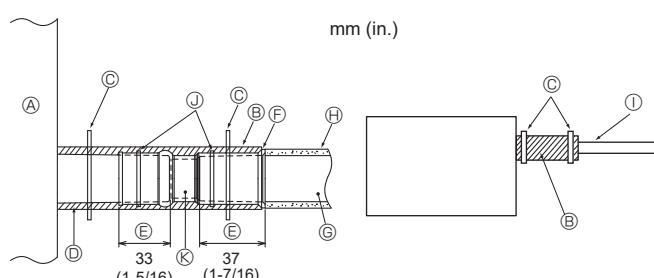

Fig. 4-3
① VP-20 (tube en PVC de D.E. ø26 (ø1"))
② Passage aussi long que possible.
③ Appareil intérieur
④ Prévoir un orifice suffisamment grand pour la mise en place groupée des tuyaux.
⑤ Pente descendante (1% ou plus)
⑥ Tube en PVC, D.E. ø38 (ø1-1/2") pour la mise en place groupée des tuyaux (isolant de 9 mm (3/8 in.) ou plus).
⑦ Jusqu'à 50 cm (19-11/16 in.)
1. Raccorder la prise d'écoulement (fourni avec l'appareil) au port de drainage. (Fig. 4-3) (Apposer le tube à l'aide de ruban adhésif en PVC puis le fixer avec une sangle.)
[Fig. 4-3]